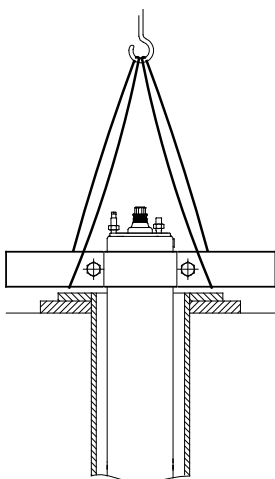

Рис. 19 Электродвигатель в вертикальном положении
2. Установите двигатель вертикально на уплотняющие прокладки скважины. См. рис. 19.